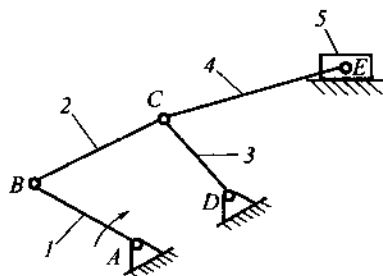

图 2
2. 如图 2 所示为一惯性筛的机构简图, 试计算其机构的自由度。